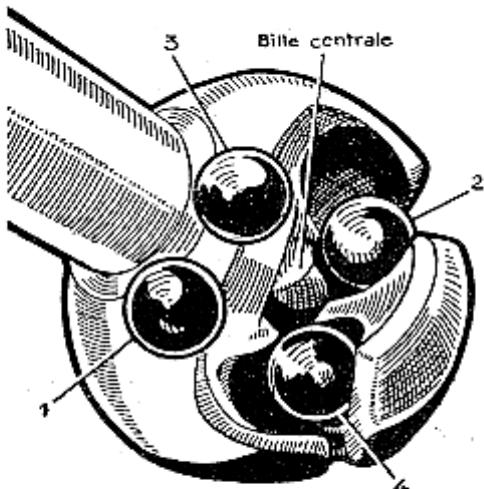

Fig. 23. — Remontage du joint de cardan
- Monter trois des billes d'entraînement, en mettant les plus grosses en diagonale (1 et 2 ou 3 et 4, fig. 23).